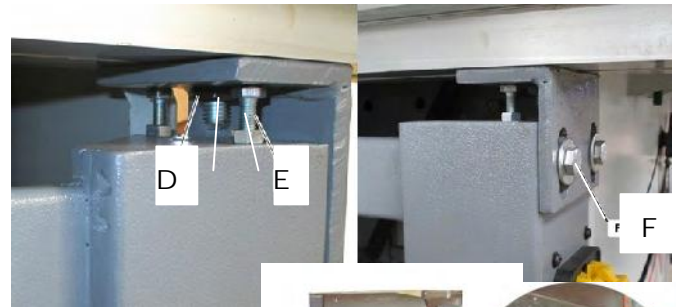

Abb. 13
- Mit den Justierschrauben (E) waagrecht auf beide Seiten einstellen und mit Kontermutter festziehen. (Abb. 13)
- Ziehen Sie die Muttern M10 (D) fest. (Abb. 13)